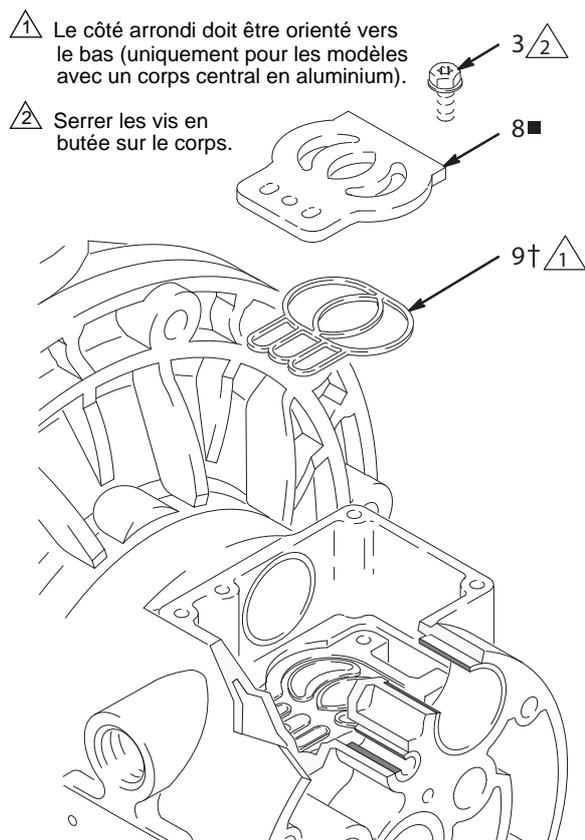

Fig. 10
5. Vérifier la plaque (8■) de la vanne en place. Si elle est endommagée, utiliser un tournevis de type Torx (T20) ou une clé à douille de 7 mm (9/32 po.) pour déposer les trois vis (3). Enlever la plaque (8) de la vanne et (uniquement sur les modèles avec un corps central en aluminium) enlever le joint (9†). Voir FIG. 10.
2. Sur les modèles avec un corps central en aluminium, mettre le joint (9) de la plaque de vanne dans la rainure au fond de la cavité de la vanne. Le côté arrondi du joint **doit** être tourné **vers le bas** dans la rainure. Voir FIG. 10.
3. Installer la plaque de vanne (8■) dans la cavité. Sur les modèles avec un corps central en aluminium, la plaque est réversible, de sorte que chacun de ses côtés pour être vers le haut. Placer les trois vis (3) en utilisant un tournevis Torx (T20) ou une clé à douille de 7 mm (9/32 po.). Serrer jusqu'à ce que les vis butent sur le corps. Voir FIG. 10.